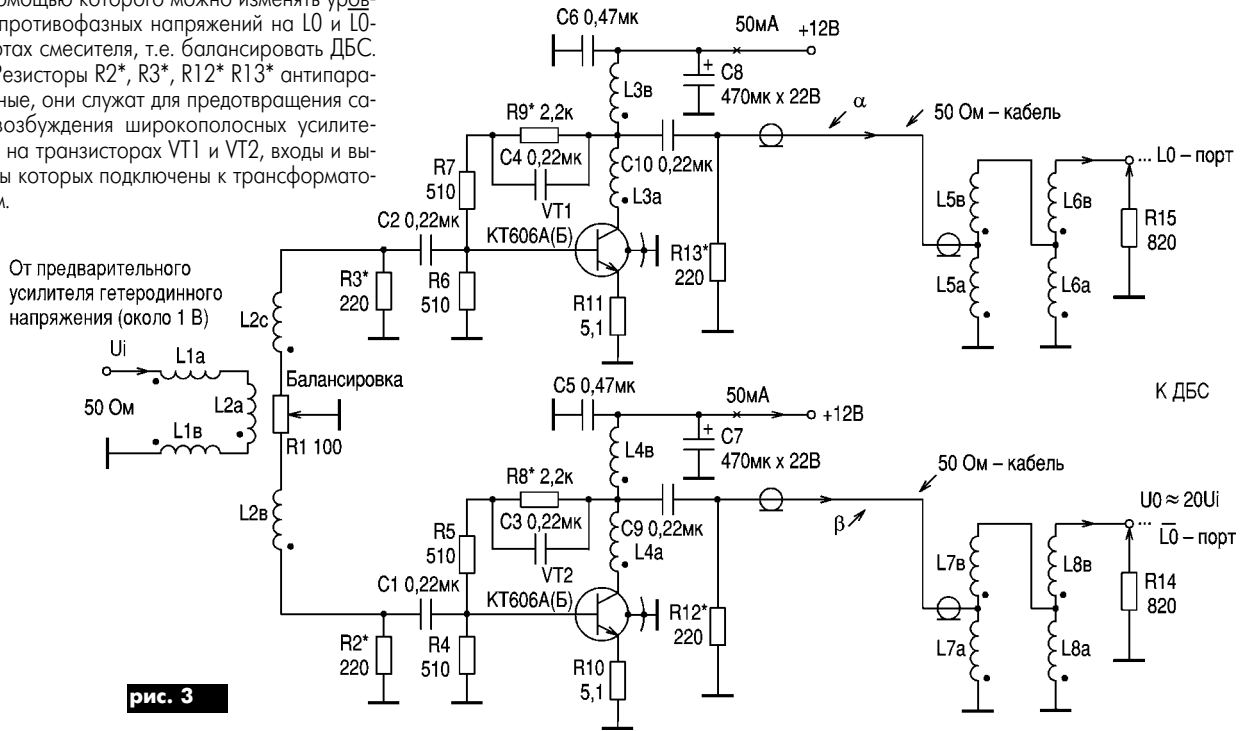

рис. 3
Схема автора для получения высоких противофазных синусоидальных гетеродинных напряжений (**рис.3**) на LO и LO-портах смесителя содержит симметрирующий L1 и фа-
На выходах широкополосных 50-омных усилителей (правый по схеме на рис.3 вывод конденсатора C9 и правый вывод конденсатора C10) уже присутствуют противофазные напряжения. В среднюю точку фазорасщепляющего трансформатора L2 введен безындукционный подстроечный резистор R1,
Таким образом, в данном случае появляется возможность изготовить отдельную плату усилителей, которую можно присоединить к основной плате смесителя двумя 50-омными кабелями  $\alpha$  и  $\beta$  (рис.3). В дальнейшем при конструировании различных вариантов смесителя уже не требуется изготавливать общую сложную плату устройства. Повышение напряжения осуществляется с помощью согласованных широкополосных трансформаторов L5...L8. Эти трансформаторы должны быть расположены обязательно непосредственно на плате смесителя недалеко от ИМС, чтобы не "потерять" согласование трансформаторов и не "испортить" плоскую АЧХ в широком диапазоне частот (по крайней мере в области КВ диапазона).
Необходимо, чтобы на L0 и L0-портах смесителя присутствовали противофазные гетеродинные напряжения с одинаковой амплитудой (в случае нахождения движка балансировочного резистора R1 в среднем согласно рис.3 положению). Это обеспечивается при идентичности ШПТ(Л): L5 с L7 и L6 с L8. Для схемы рис.3 коэффициенты трансформации всех ШПТ(Л) одинаковы и равны 2.
1. Устанавливали движок подстроечного резистора R1 на плате усилителей (рис.3) в среднее положение.